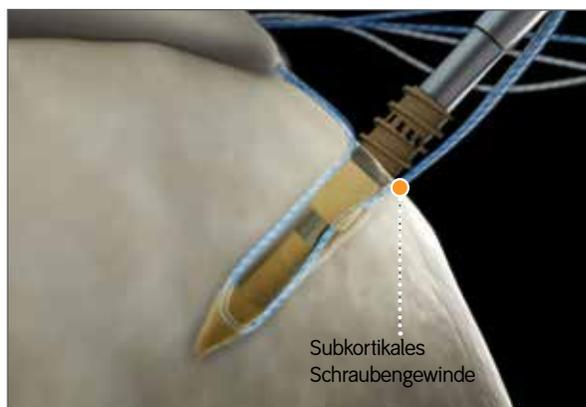

Abbildung 8
9. Schlagen Sie mit einem Hammer auf das proximale Ende des Setzinstrumentes, um das Implantat in den Knochen einzubringen. Schlagen dieses so weit ein, bis sich die erste, durchgängige Lasermarkierung auf Knochenniveau ist (**Abbildung 8**).